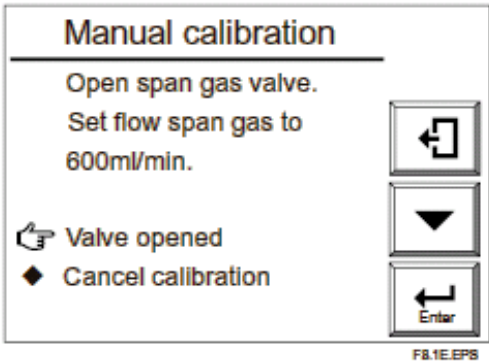

图 8.1
- (3) 在“校正阶段”（见第 9 章，“校正”）
- “校正阶段”是指在手动校正时，从启动进入手动校正显示（见图 8.1）和进行一系列校正操作到按校正结束键或到预设经过输出稳定时间后的这段时间。